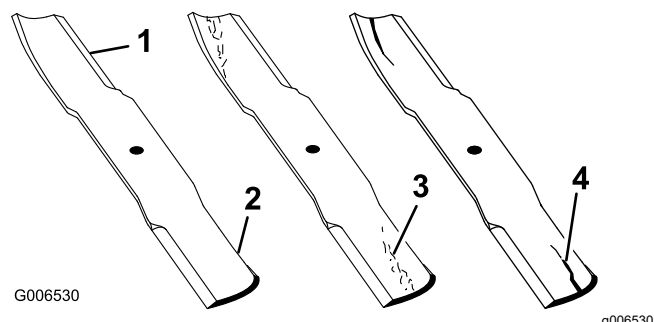

Figure 87
1. Examinez le tranchant des lames (Figure 87).
4. Remplacez immédiatement toute lame fendue, usée ou qui présente une entaille sur cette partie (Figure 87).